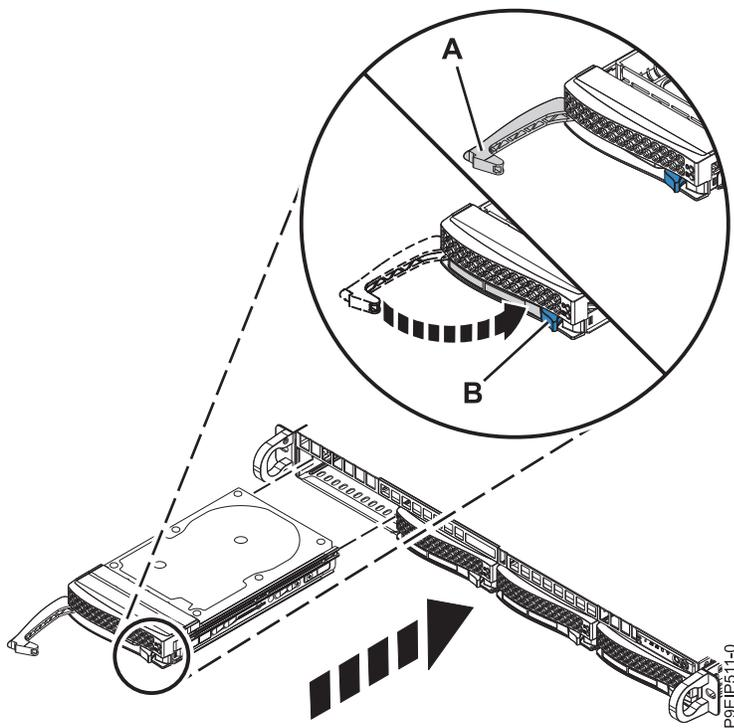

図 11. ディスク・ドライブのロックの詳細
7. ハンドル・リリースを押し込んで、ドライブ・ベイ・ハンドル (A) をロックします (15 ページの図 11 を参照)。